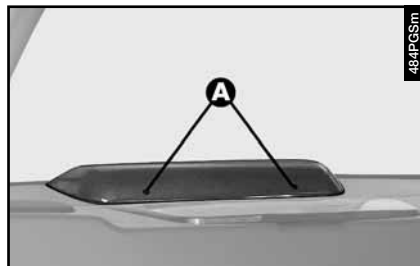

fig. 63
- Quitar los tapones de goma (A-fig. 63).
- Volver a montar los tapones de goma (A-fig. 63).